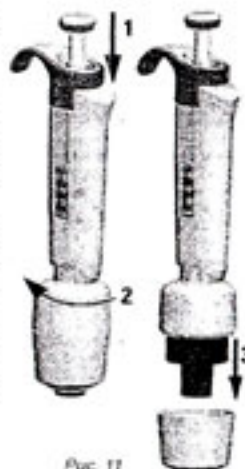

Рис. 11
1. Отожмите вниз удалитель наконечника (рис. 11).